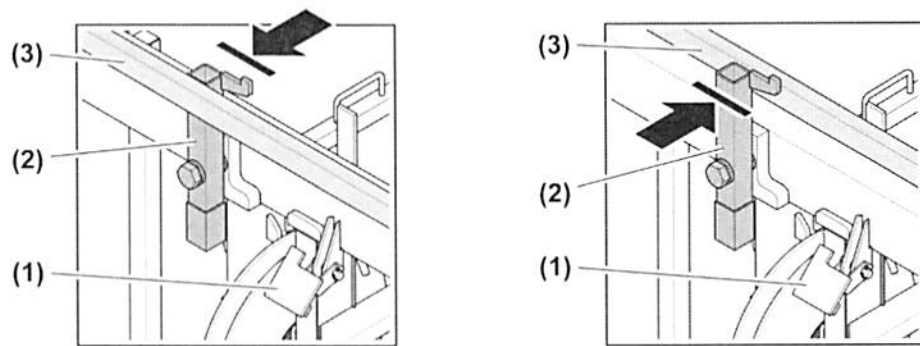

Fig. 272: Funktion Seilbruchsicherung prüfen
- (1) Wippe
(2) Seilbruch-Sicherungshebel
(3) Auslegerverband
► Korrekte Stellung und Leichtgängigkeit der Seilbruchsicherung prüfen. (siehe: Fig. 272, Seite 311)